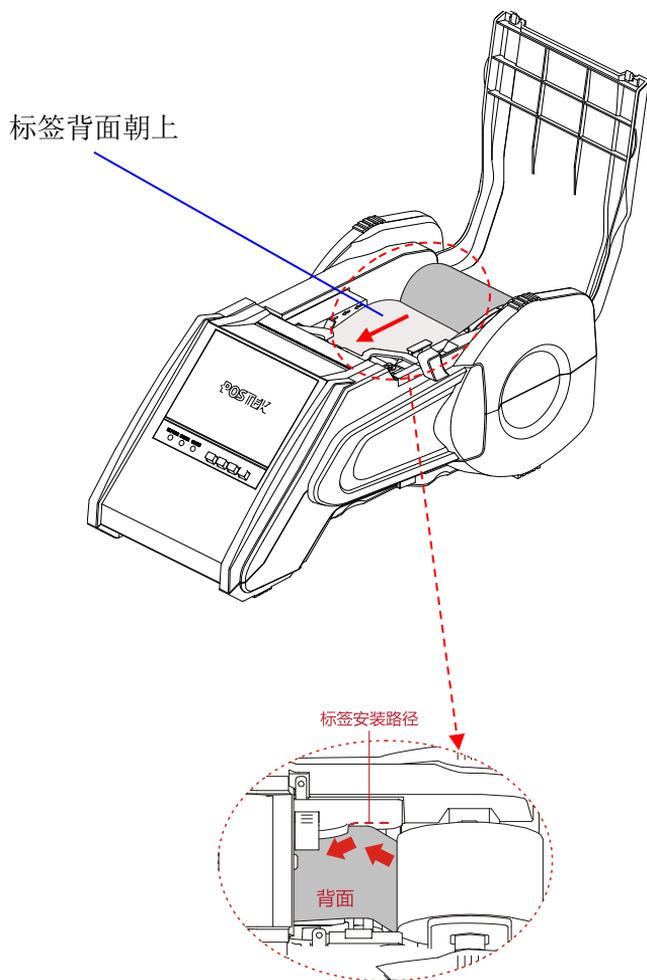

图 2-12
6. 将标签纸从标签导杆上方穿过，移动导纸片\_右，向左靠紧标签纸，将标签纸沿导槽往胶辊下方送进 (图 2-12)；